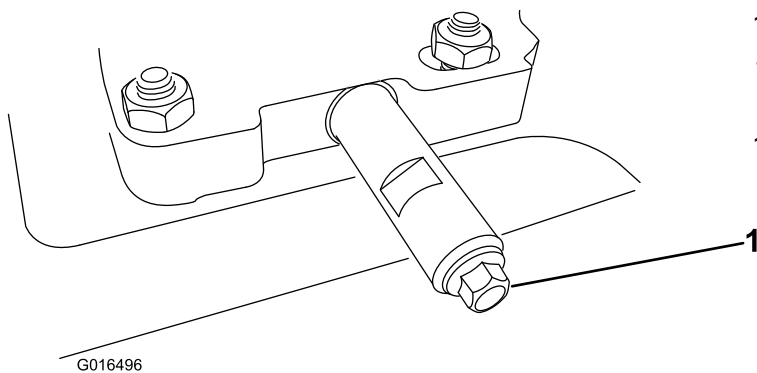

Figure 39
- Nettoyez la surface autour du bouchon de vidange d'huile (Figure 39).